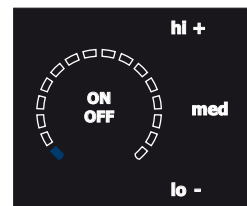
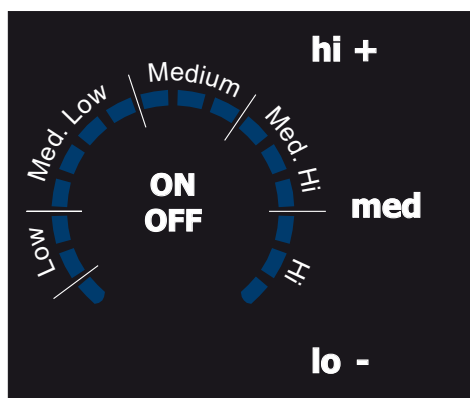

Fig. 2 - Élément actif
Fig. 1
Le contrôleur permet de fournir différents niveaux de chaleur à chaque élément de surface. Chaque élément possède un clavier à touches vous permettant premièrement, en appuyant sur la touche On/Off d'activer la surface de cuisson désirée et par la suite régler rapidement la surface de cuisson à l'aide des 3 positions pré-réglées (**lo**, **med** ou **hi**) - voir figures 2 à 5 -.
Utilisez le tableau plus bas pour déterminer le réglage le plus approprié dépendant des aliments à préparer et référez-vous à la -Fig. 1- pour vous aidez à déterminer le réglage approprié. Les zones de puissance illustrées sont des zones de puissance suggérées - Fig. 2. Assurez-vous de bien superviser la cuisson des aliments et d'ajuster la puissance de l'élément au besoin lors de la cuisson de la nourriture.
- Les éléments de surface commencent à chauffer seulement lorsqu'ils sont activés – voir fig. 2, p 19. Si aucune puissance n'est ajoutée à l'élément activé dans les 10 secondes, le contrôleur électronique désactive automatiquement l'élément.